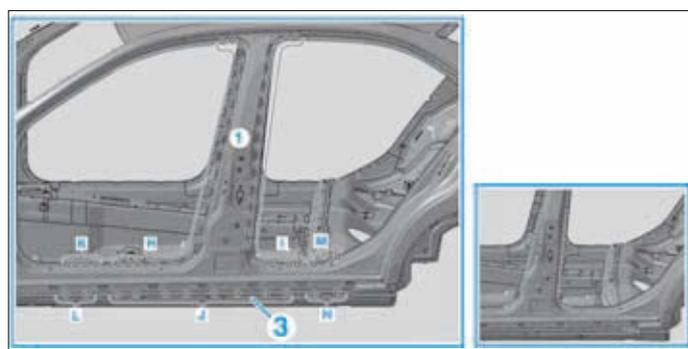

FIG. 73
- Dépointer et fraisier les points de soudure dans les zones (H, I, J, K, L, M et N) (Fig.73).